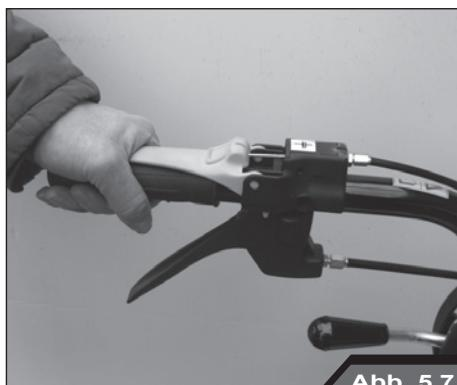

Abb. 5.7
• zieht den Vorlaufkupplungshebel (Abb. 5.7) nach unten drücken. Der Treibriemen wird gespannt und greift an der Motorriemenscheibe. Dieser Hebel dient je nach eingelegtem Gang zum Vorwärts- oder Rückwärtsgang Ihrer Landmaschine. Wenn der Gang **N** (Leerlauf) eingelegt ist, bleibt die Landmaschine stehen.